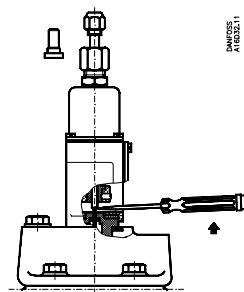

Fig. 4
Snavspartikler kan man forsøge at fjerne som vist på fig. 4. Stik en skruetrækker ind mellem pilotkeglens spindel (8) og trykstangen (4). Når skruetrækkeren vippes, presses pilotkeglen nedad, og ventilen åbner for fuld kølevandsgennemstrømning gennem ventilen.
Undersøg om O-ringene trænger til at skiftes ud. Efter monteringen eller efter et eftersyn skal vandventilen skyldes kraftigt igennem i nogle minutter for at fjerne evt. snavs fra rørledninger m.v. Se fig. 4.